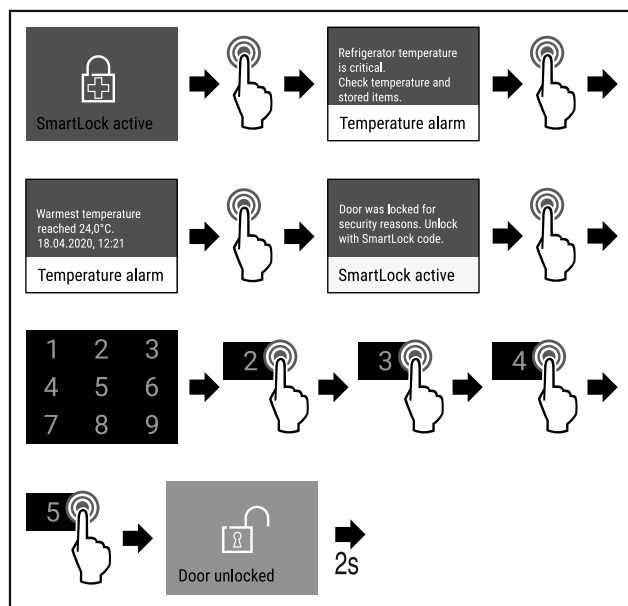

Fig. 86
- ▶ Eseguire i passi (vedere Fig. 86) .